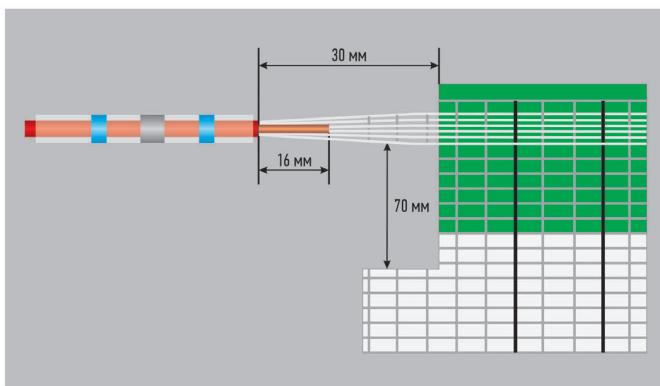

Рис. 9
5.4.15. Наденьте соединительную гильзу на провод. Оберните защищенный медный провод серебристой шиной (см. рис.9).